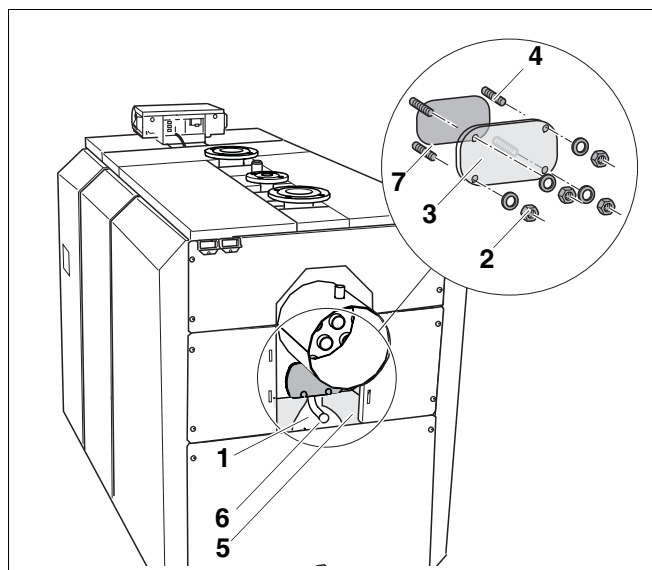

Fig. 55 Montage de la trappe de visite
- Déplacer légèrement l'isolation thermique du collecteur des fumées vers le côté (fig. 55, **pos. 5**) pour que la trappe de visite puisse être replacée sur le collecteur des fumées.
- Poser la trappe de visite du collecteur des fumées (fig. 55, **pos. 3**) avec le joint sur les goujons (fig. 55, **pos. 4**).
- Visser la trappe de visite du collecteur des fumées (fig. 55, **pos. 3**) avec les écrous et les rondelles plates (fig. 55, **pos. 2**) sur le collecteur des fumées (fig. 55, **pos. 1**). Moment de serrage 12 Nm (serrage à la main).